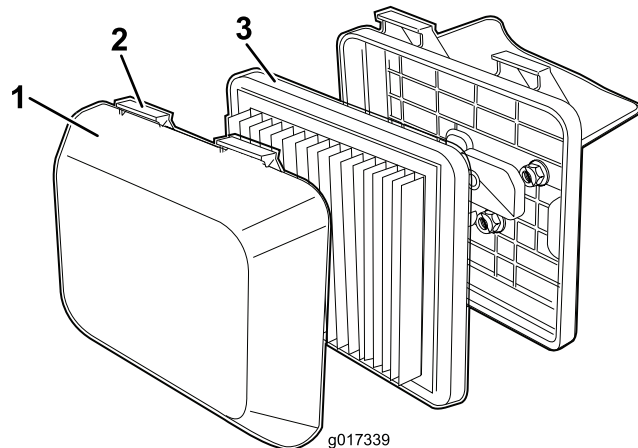

图20
1. 向下按空气滤清器盖子的闩锁按钮 (图20)。
3. 拆下过滤器 (图20)。